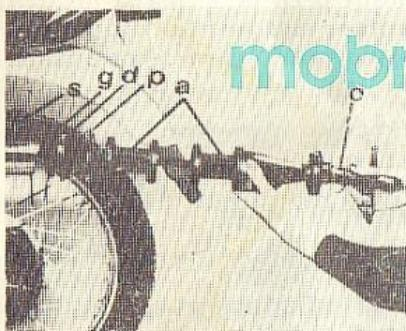
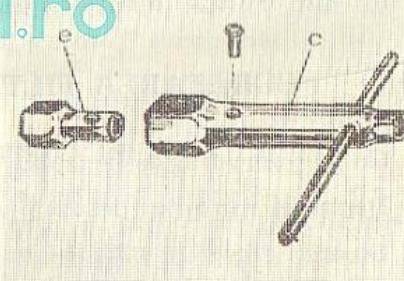

Fig. 27
Fig. 28
1. Demontați elementele interioare ale tobei, scoțind șurubul de fixare „S“, desfăcind cele 4 piulițe „p“, scoțind discul „d“ și garnitura „g“ (fig. 27), introducând apoi extractorul „e“ în cheia tubulară 10 x 13 „c“ ca în fig. 28 și asigurând cu un nit  $\varnothing 6$ , înfiletând extractorul pe tija filetată cu ajutorul cheii și a dorințului pînă la blocare, după care răscucind mereu stînga și eventual ciocănind dorul fixat în cheie trageți afară ansamblul amortizoare „a“ contracon „c“, fig. 27.